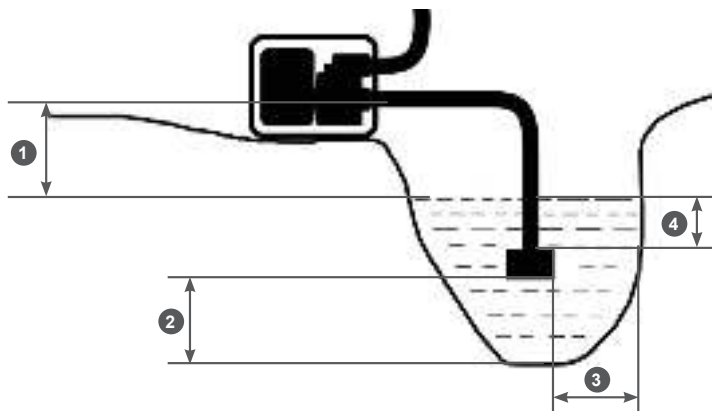

Рис. 17 Расположение мотопомпы и всасывающего фильтра
обеспечив вертикальное положение фильтра. При расположении всасывающего рукава с установленным фильтром соблюдайте все требования, указанные на Рис. 17.
2. Необходимо установить мотопомпу как можно ближе к источнику воды. Чем меньше высота расположения мотопомпы по отношению к уровню забора воды (Рис. 17 п. 1), тем быстрее происходит всасывание воды и выше производительность насоса.
Не превышайте высоту расположения мотопомпы по отношению к уровню забора воды (Рис. 17 п. 1).
4. В процессе откачивания воды из водоема (емкости) уровень воды в водоеме будет естественным образом понижаться. Если требуемые расстояния (Рис. 17 п. 2, 3, 4) между всасывающим фильтром и стенками, и дном водоема не соблюдаются, откачивание воды следует прекратить.